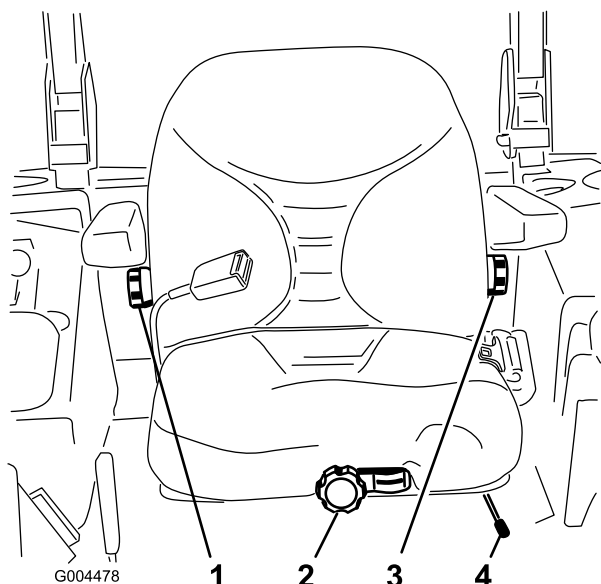

Figure 29
1. Poussez le levier de réglage sur le côté pour débloquer et régler le siège (Figure 29).
Sans vous asseoir sur le siège, tournez le bouton avant dans un sens ou dans l'autre pour obtenir la position la plus confortable (Figure 29).
Pour ce faire, tournez le bouton situé sous l'accoudoir droit dans un sens ou dans l'autre pour obtenir la position la plus confortable (Figure 29).
Pour le régler, tournez le bouton situé sous l'accoudoir gauche dans un sens ou dans l'autre pour obtenir la position la plus confortable (Figure 29).